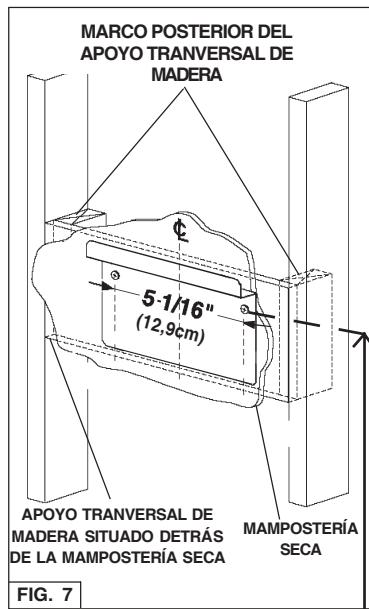

FIG. 7
- Construya una **estructura de madera** en la pared que quedará nivelada con la parte interior de los tacos en la pared. Fig.7.